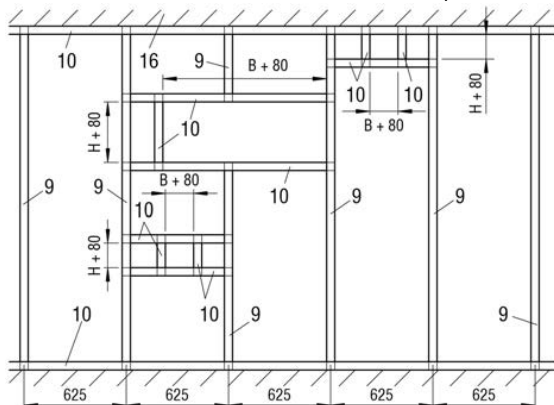

Abbildung 72: Metallständerwerk mit erforderlichen Auswechslungen für Trockenbau (F30/F60)
- Metallständerwerk und Wand gemäß den Angaben des Wandherstellers herstellen und Auswechslungen entsprechend der Abbildung 72 vorsehen.